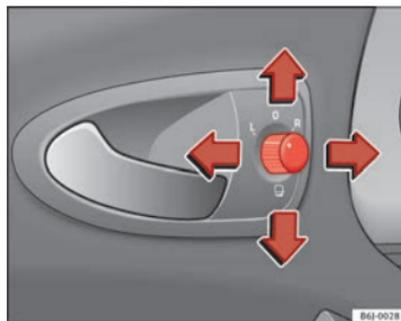

Fig. 70 Mando de los retrovisores exteriores
1. En primer lugar, gire el mando ⇒ fig. 70 hasta la posición **L** (**retrovisor izquierdo**).
- Gire el mando ⇒ fig. 70 hasta la posición  para plegar los retrovisores exteriores. Para evitar daños en el vehículo, debería plegar los retrovisores exteriores siempre que utilice un túnel de lavado automático.